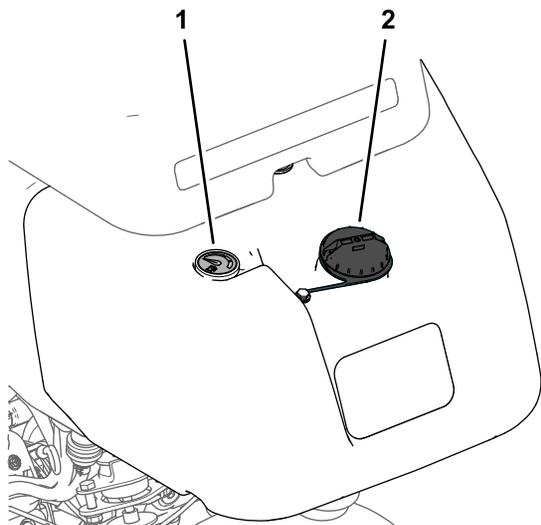

Figure 24
1. Nettoyez la surface autour du bouchon du réservoir de carburant et enlevez le bouchon (Figure 23 ou Figure 24).